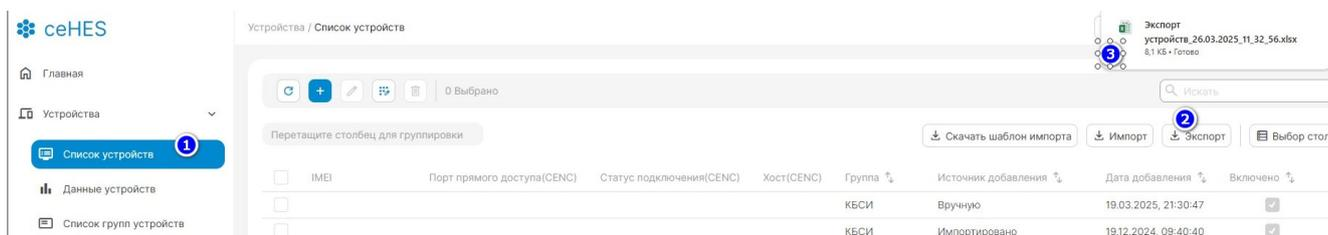

Рисунок 93 – Экспорт имеющихся настроек
1. Перейти по страницу «Список устройств». (Рисунок 93 – Экспорт имеющихся настроек)